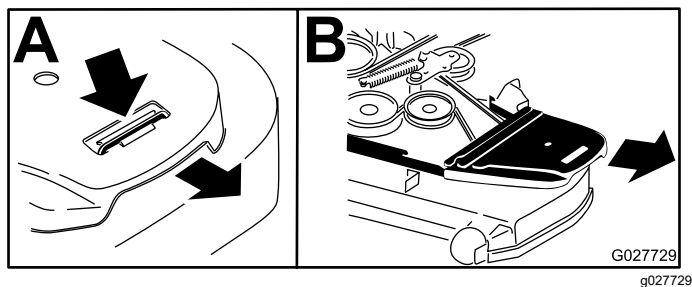

Figura 57
7. Retire las cubiertas de la correa (Figura 57).